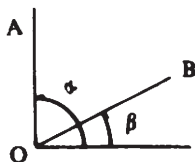

Рис. 8
(1) Навидитесь на рейку вертикальной нитью сетки отсчитайте по лимбу, получите угол a .
(2) Поверните прибор и навидитесь на В, получите угол b .
(3) $\sphericalangle AOB = a - b$ (Рис. 8)